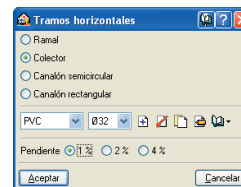

Fig. 5.22
- Pulse en el menú **Tramos horizontales>Nuevo**. En la ventana flotante que aparece seleccione **Colector de PVC** y establezca una pendiente de **1 %** (Fig. 5.22). Introdúzcalo el colector desde la bajante **V1** hacia el punto de vertido.